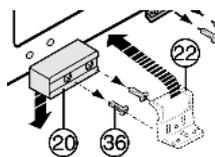

Fig. 28
- ▶ Smontare la protezione per il trasporto della porta Fig. 28 (20).